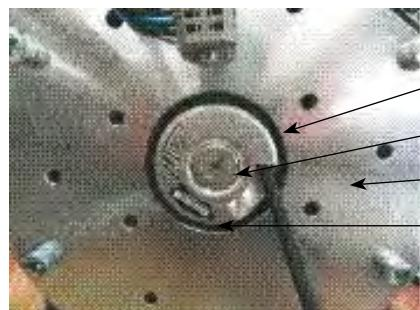

Fig. 7 :
-Identifique el encoder por medio de la referencia en la etiqueta (referencia 4 fig. 7).
- Compruebe que el nuevo encoder sea idéntico al del motor. (Ver 4 fig. 7)
Importante: no desmontar el freno (referencia 3 fig. 7), ya que esta centrado en fabrica con respecto al rotor, con la ayuda de una herramienta especial con una precisión de una décima de grado.
- Destornillar (2 vueltas de llave SW2) el tornillo de fijación del acoplamiento del encoder (referencia 1 fig. 7) en el alojamiento del encoder en el freno.
- Destornillar el tapón (referencia 2 fig. 7) del encoder (llave SW4 o destornillador).
- Apretar el pequeño tornillo M2.5 (ref. 1 fig. 7) (llave o destornillador dinamométrico SW2) con un par de 1.25 Nm 0/-0.2 Nm.
- Colocar el tapón (Ref. 2 fig. 7) del encoder (llave SW4 o destornillador).